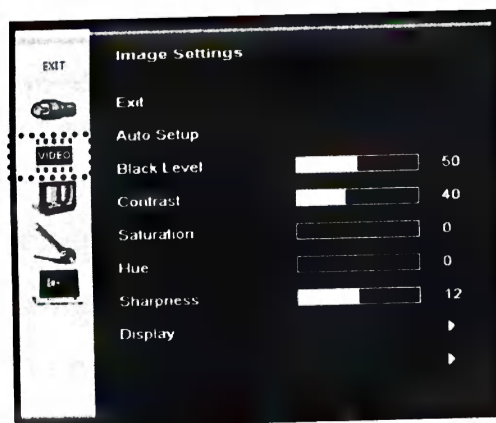

Рисунок 168
- для настройки контрастности (см. рисунок 168):